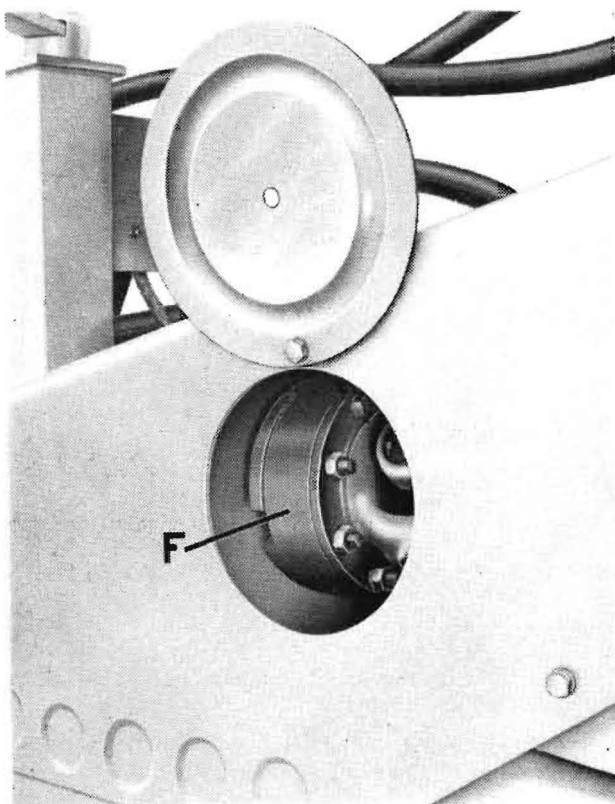

Bild 48
Zum Schutz des Zapfwellengetriebes des Traktors ist der Hauptantrieb mit einem Freilaufglied (F) ausgerüstet (Bild 48).